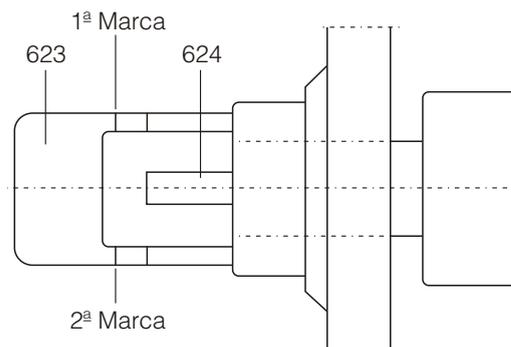

Fig. 60 - 2ª marca na bucha (623)
- 03. Puxar o eixo na direção da sucção até o disco encostar no contra-disco e fazer a 2ª marca (vide Fig. 60).